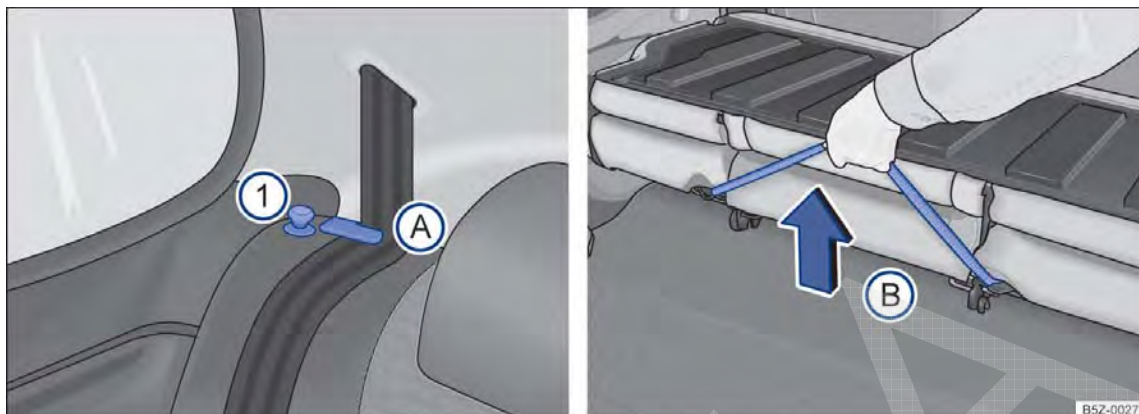

Fig. 74 Banco traseiro: pinos de destravamento ①; posicionador para os cadarços dos cintos ①A; alça para destravamento do conjunto do assento ①B.
- Posicionar os cadarços dos cintos de segurança nos seus respectivos posicionadores → Fig. 74 ①A.
- Levantar o pino → Fig. 74 ① de destravamento em ambos os lados para cima e, ao mesmo tempo, rebater o encosto do banco traseiro para frente.
- Puxar a alça → Fig. 74 ①B para destravar o conjunto do assento e, ao mesmo tempo, levante-o **cuidadosamente** na direção dos bancos dianteiros.
- Segurar o banco traseiro pela alça → Fig. 74 ①B e, soltar de uma altura de 15 cm. ▶
- Retirar os cadarços do cinto de segurança do posicionadores → Fig. 74 (A). Para veículos com cintos de três pontos fixos, recolocar as linguetas nos respectivos fechos.